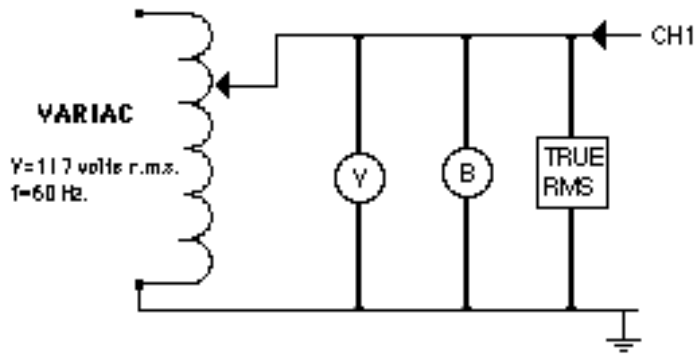
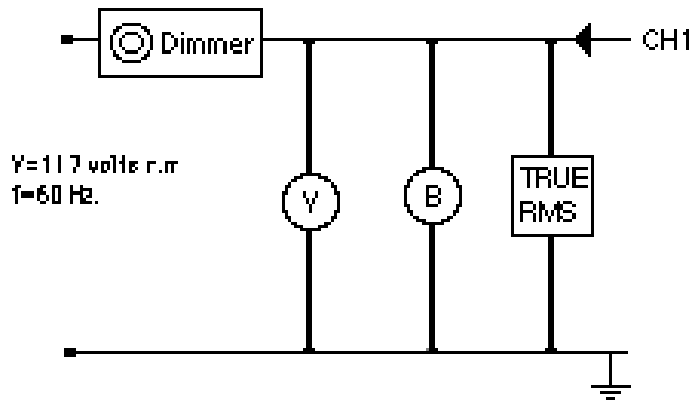

Figura 7.6.- Circuito demostrativo conectado directamente al variac para realizar mediciones con formas de onda sinusoidales
Figura 7.7.- Circuito demostrativo con el Dimmer para realizar mediciones con formas de onda no sinusoidales
19.- Para demostrar el tipo de medición que puede realizar un medidor de verdadero valor rms (True rms), se va a trabajar con los circuitos presentados en las figuras 7.6 y 7.7, en los que se va a conectar en primer lugar un vatímetro digital, un bombillo y luego, en paralelo con éste, un voltímetro analógico, un voltímetro digital, un medidor de verdadero valor rms y un osciloscopio, como muestra la Figura 7.6. En la segunda parte de la demostración se va a incluir un dimmer, como se observa en la Figura 7.7.
20.- Una vez conectado el circuito de la Figura 7.6, se va a aplicar el voltaje con el variac de forma que la amplitud sea la máxima permitida y por lo tanto la potencia en el bombillo sea la máxima. En estas condiciones se van a registrar las lecturas del vatímetro, el voltímetro analógico, el voltímetro digital, el medidor de verdadero valor rms y el voltaje pico en el osciloscopio en la siguiente tabla. A continuación se va a reducir la amplitud de la señal entregada por el variac hasta que alcance la mitad del valor máximo aplicado anteriormente y se van a registrar para este caso las lecturas del vatímetro, el voltímetro analógico, el voltímetro digital, el medidor de verdadero valor rms y el voltaje pico en el osciloscopio.
21.- A continuación se monta el circuito de la Figura 7.7, incluyendo un Dimmer, como se muestra en dicha figura. Un Dimmer es un circuito electrónico que elimina una parte de la señal sinusoidal producida por la alimentación a fin de reducir la potencia entregada a la carga del circuito (en este caso el bombillo). El variac se va a llevar al voltaje máximo y se va a colocar el Dimmer en la posición que permite que llegue la máxima potencia al bombillo. En estas condiciones se van a registrar las lecturas del vatímetro, el voltímetro analógico, el voltímetro digital, el medidor de verdadero valor rms y el voltaje pico en el osciloscopio en la tabla correspondiente. A continuación se va a controlar el Dimmer hasta que en la pantalla del osciloscopio se observe solo la mitad de cada semiciclo de la señal de entrada y se van a registrar nuevamente las lecturas del vatímetro, el voltímetro analógico, el voltímetro digital, el medidor de verdadero valor rms y el voltaje pico en el osciloscopio. El análisis que Ud. va a realizar en el informe con los resultados obtenidos va a demostrar la importancia y conveniencia de contar con un medidor de valor rms verdadero.